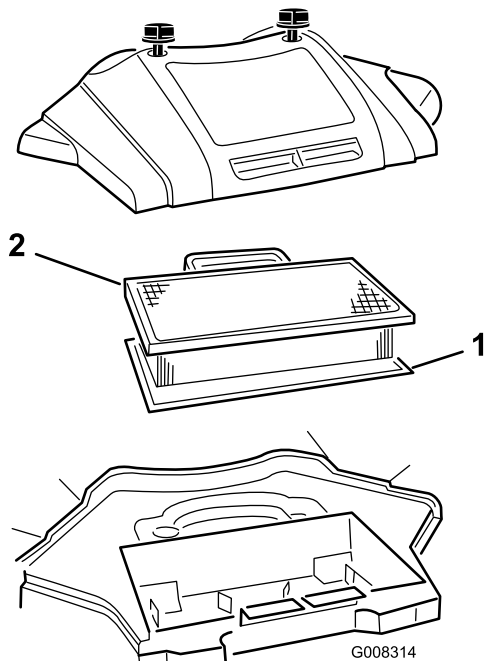

Figure 21
3. Sortez la cartouche en papier et l'élément en mousse. (Figure 21)
3. Reposez le couvercle du filtre à air et les boutons (Figure 21).